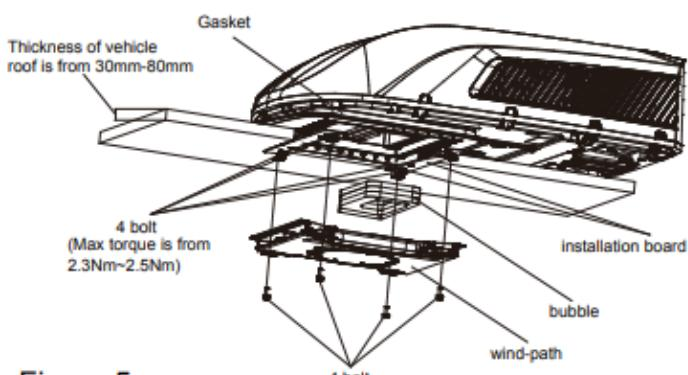

Figure 5
3. Draag de buitenunit vervolgens naar de bovenkant van het voertuig en lijn hem uit met de openingen in de bovenkant van het voertuig. Gebruik 2 sets montageplaten en 4 schroefbouten om de buitenunit te monteren. Voor het monteren van de montageplaat subassemblage, moeten de gaten van deze 4 lange bouten eerst uitgelijnd worden met de 4 gaten op de adapter en vervolgens moeten de bovenste vlakken aan de onderkant van de twee montageplaten overlappen met de onderkant van het voertuig dak. (Zie afbeelding 5).
6. Installeer het schuimrubber op het luchtkanaal. Gebruik 4 schroeven om het luchtkanaal op de montageplaat te bevestigen. Controleer na het aansluiten van de buitenunit op de binnen unit of het schuimrubber is losgekomen (zie afbeelding 5).